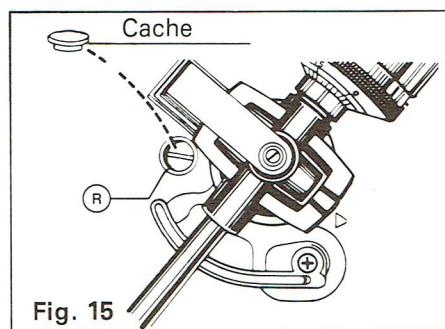

Fig. 15
12. Réglage de l'arrêt automatique (Fig. 15)